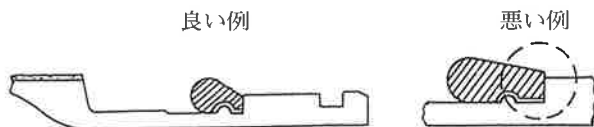

図7 ゴム輪セット例
ゴム輪セットの良い例、悪い例を図7に示す。
- (3) ゴム輪ヒール部が、受口溝部へ入りにくい場合は、プラスチックハンマなどでゴム輪のテーパ部を軽く叩くと図7の良い例のようにセットできる。